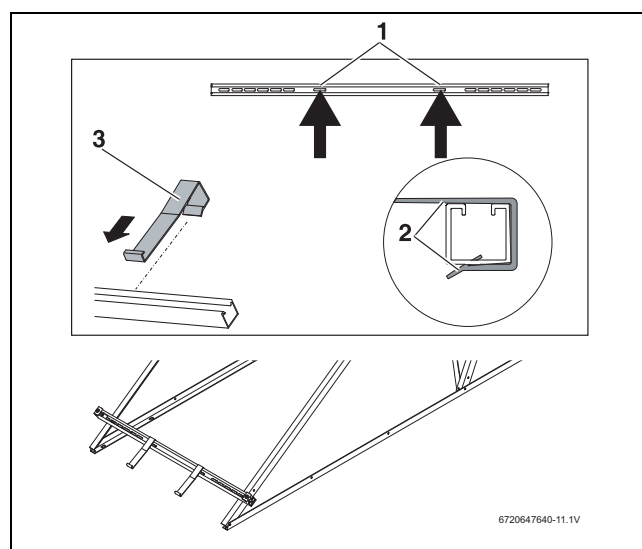

Fig. 17 Enganchar las protecciones antideslizantes
- ▶ Empujar las protecciones antideslizantes (Fig. 17, [3]) en los agujeros alargados interiores correspondientes [1], desde fuera sobre los perfiles hasta que encajen [2].